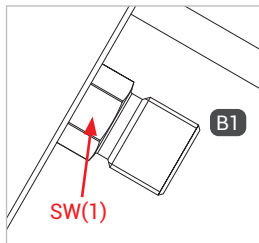

Abbildung 1
- ▶ Halten Sie beim Montieren des Füllschlauches an der Schlüssel­fläche SW(1) (Abbildung 1) mit einem Gabelschlüssel gegen.
- ▶ Verschrauben Sie die Betriebsmedienzuleitung „B1“ druckdicht mit dem Anschluss des Füllschlauches (Abbildung 1). Anzugsdrehmoment siehe untenstehende Tabelle.